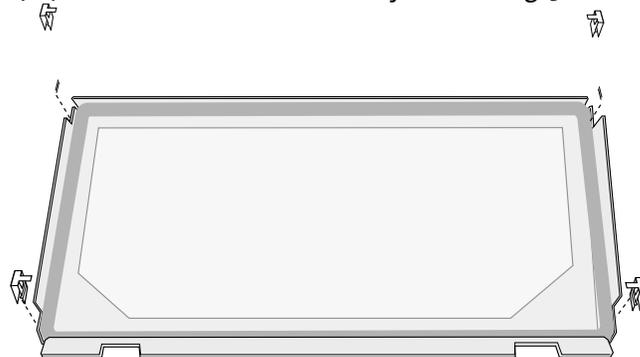

Figure 31. Utilisez une petite pince pour retirer les quatre clips.
3. Le panneau de verre est maintenu en place par quatre pinces de compression. Utilisez un tournevis ou une petite pince pour les soulever sur le bord des murs de soutènement en verre. Voir fig. 31